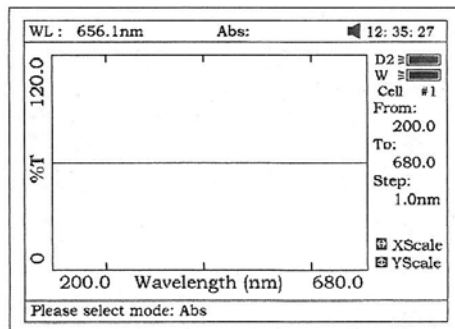

Fig 43
2. Presione **[F2]** para seleccionar el modo de medida, “Abs”, “%T” o “E” (Fig 43).